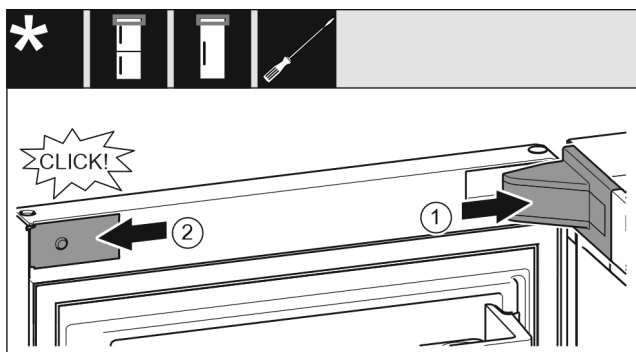

Fig. 24
- ▶ Așezați capacul suportului de lagăr Fig. 24 (1) și fixați în poziție, după caz, despărțiți cu precauție prin apăsare.
- ▶ Aplicați în lateral și fixați în poziție masca Fig. 24 (2).